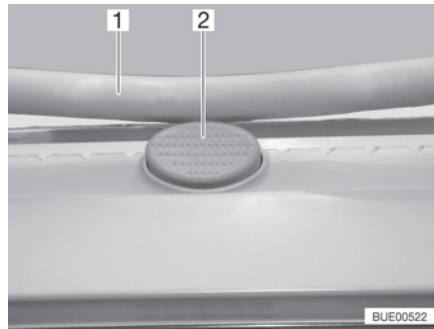

Fig. 79 Botón de seguridad en la claraboya Heki
- Pulsar el botón de seguridad (Fig. 79,2) y tirar el estribo (Fig. 79,1) hacia abajo con ambas manos.
- Presionar el estribo hacia arriba con ambas manos hasta que el estribo se encuentre encima del botón de seguridad (Fig. 79,2).